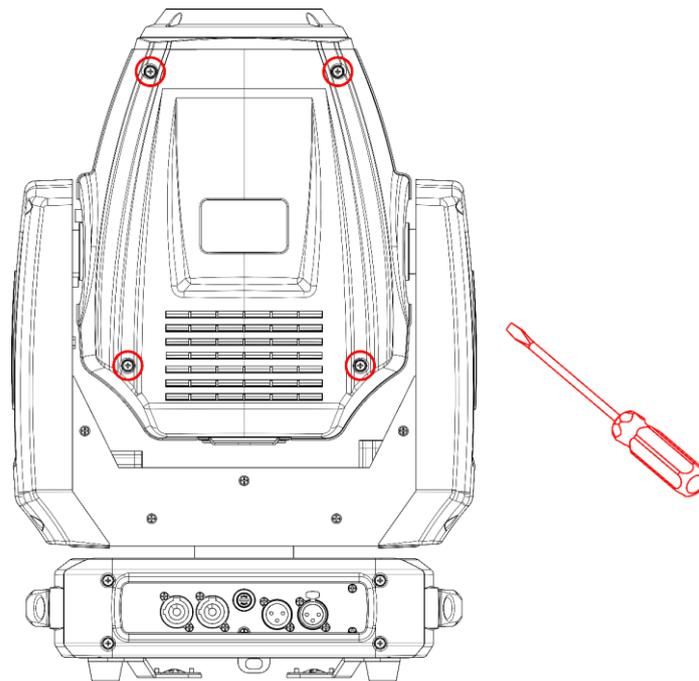

Abb. 13
- 03) Lösen Sie die 4 Schrauben an der Abdeckung, wie in Abb. 13 gezeigt.